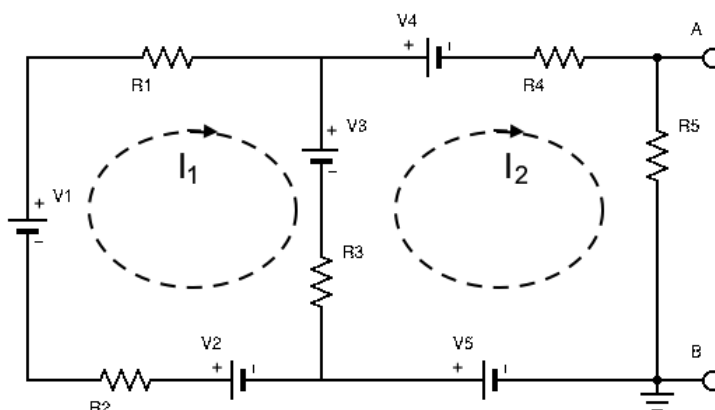

Figura 15: Asignaci3n de las corrientes de malla en el problema 1.
- (b) Para encontrar la tensi3n de Thévenin, calcularemos la tensi3n entre A y B en circuito abierto, es decir, sin conectar nada mas. Entonces, para resolver el circuito por el metodo de corrientes de malla o Segunda ley de Kirchhoff (apartado 5.2 del M3dulo 1 y figura 22) - ley de Kirchhoff de las tensiones, lo redibujamos asignando las corrientes de malla tal y como se observa en la figura 15. Este metodo nos permite reducir el numero de ecuaciones a s3lo 2 (se podra resolver tambien asignando una intensidad I_3 a la rama que contiene R_2 y despues aadir una tercera ecuaci3n que relacione I_1 , I_2 e I_3 . En ambos casos acabaramos obteniendo el mismo resultado). Por otro lado, nos damos cuenta que la tensi3n equivalente de Thévenin V_{th} entre los terminales A y B , se corresponde con la tensi3n que cae en R_5 , la cual obtendremos por el metodo de corrientes de malla.